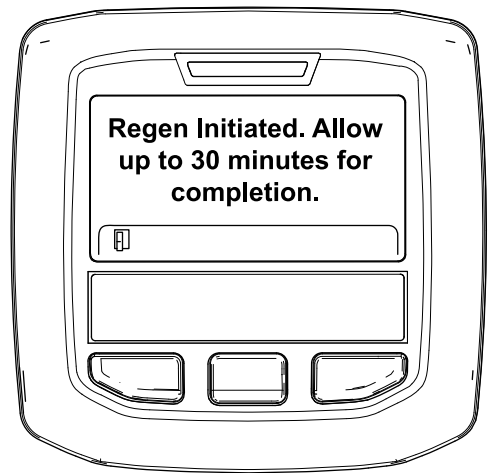

Figura 51
- Si la regeneración se permite, aparece el mensaje “Regen Initiated. Allow up to 30 minutes for completion” (Regeneración iniciada, espere 30 minutos hasta que finalice) en el InfoCenter y debe esperar a que la máquina finalice el proceso de regeneración con la máquina aparcada (Figura 51).